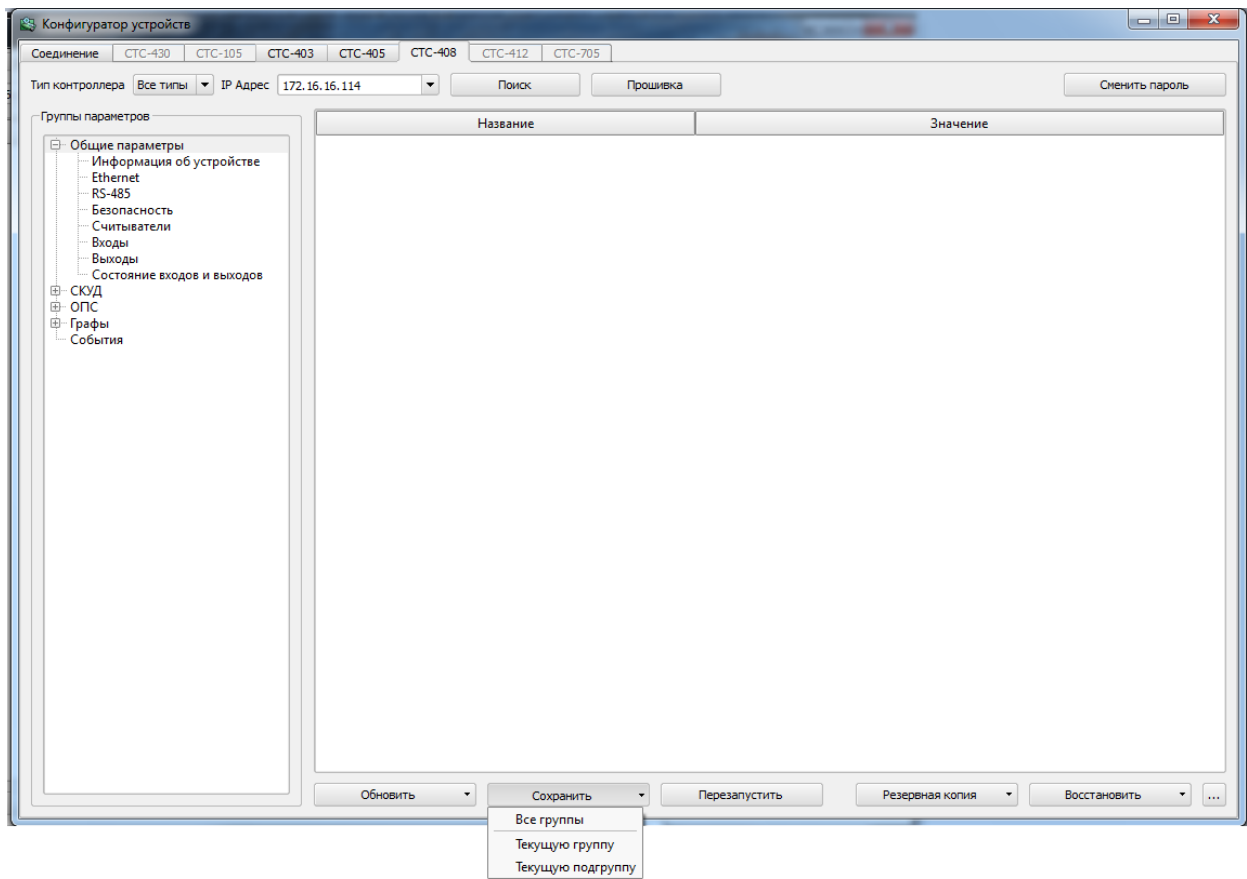

Рисунок 7
– «Сохранить» – данная кнопка позволяет сохранить изменения во все группы контроллера в любое поле из текущей выделенной группы или в текущую выделенную группу в левом параметре настроек (рисунок 7);